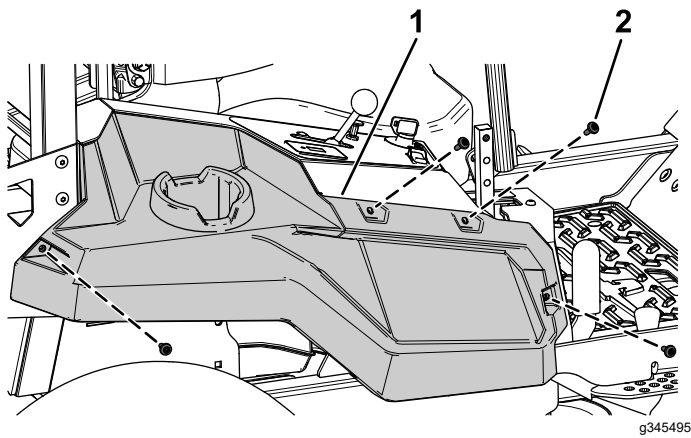

Bild 16
4. Entfernen Sie die vier Ansatzschrauben, mit denen die rechte Seitenverkleidung befestigt ist (Bild 16).
5. Entfernen Sie die rechte Seitenverkleidung (Bild 16).